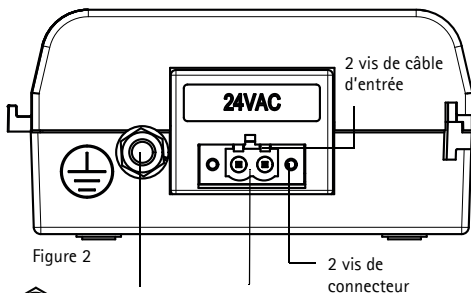

Figure 2
- Le connecteur d'alimentation fourni avec l'AXIS T8125 possède 2 terminaux. Reportez-vous à la figure 2.
- Der mit AXIS T8125 gelieferte Netzanschluss verfügt über zwei Klemmen. Siehe Abbildung 2.